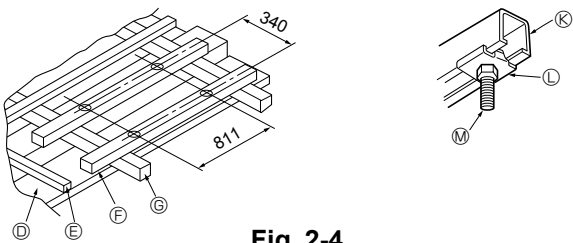

Fig. 2-4
- ① Structures en béton armé (Fig. 2-4)